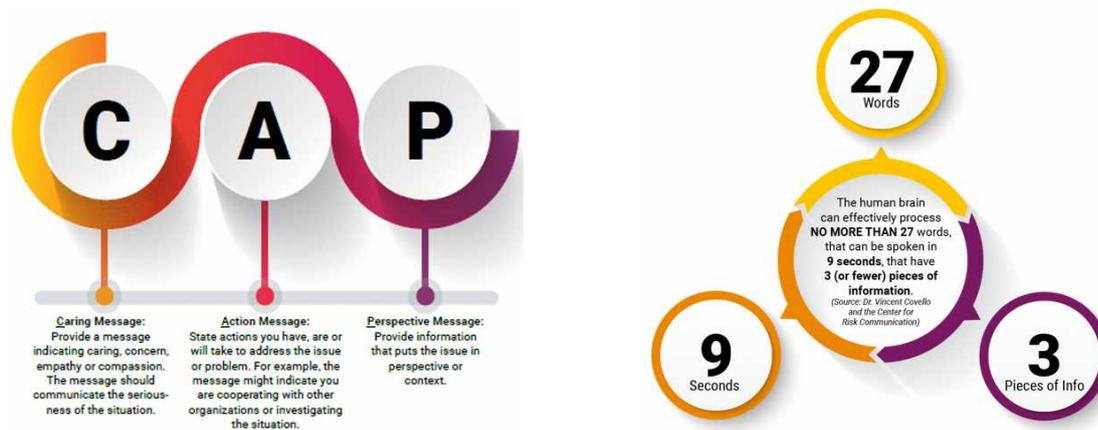

図9 CAPと27Words 9Seconds 3Pieces of infoのイメージ図
- ・ 図 9 Day 4\_Kelley\_print.pptx 13 ページ 15 ページ